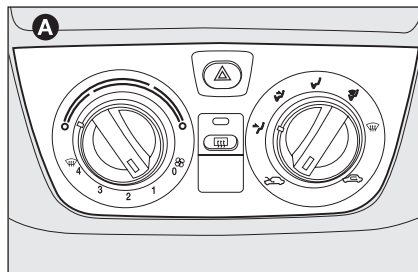

fig. 5
- ☐ avec réchauffeur **A-fig. 5**;